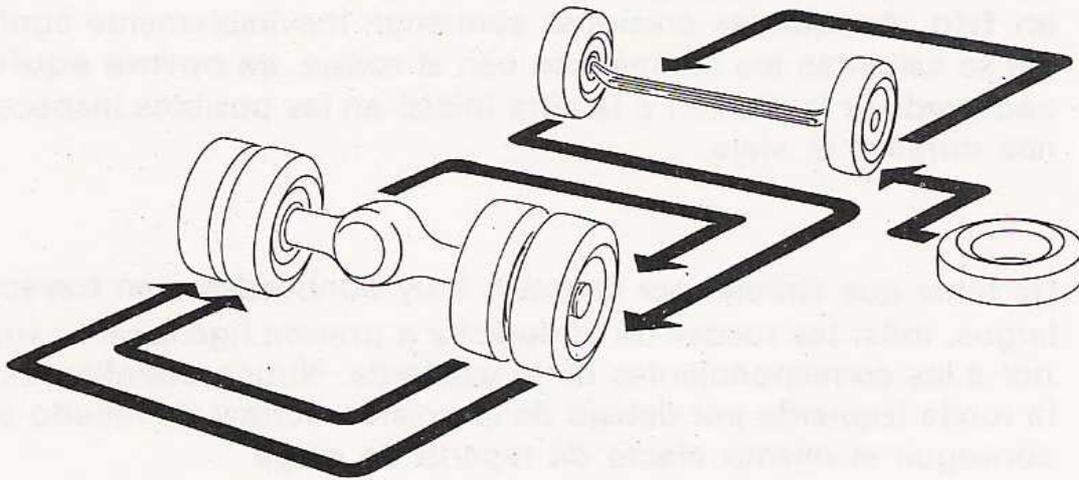

Fig. 8.2. - Intercambio de los neumáticos
8.6 INTERCAMBIO DE NEUMATICOS (fig. 8.2)